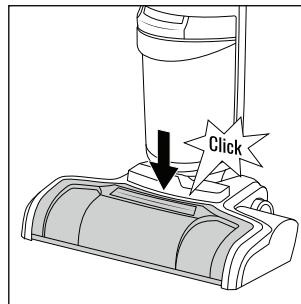

Afb. 40
- ◆ Druk dan het linkeruiteinde van de borstelrol **6** in de opening links in het voetgedeelte **3** tot u hoort dat de borstelrol **6** vastklikt (zie afb. 40).